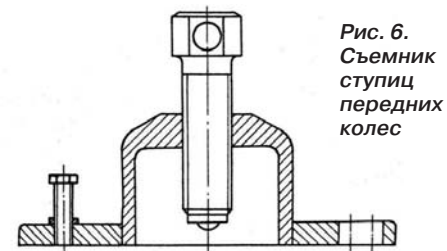

Рис. 6. Съёмник ступиц передних колес
- снимите ступицу 2 с тормозным барабаном 1, не повредив манжету (съёмник показан на рис. 6);